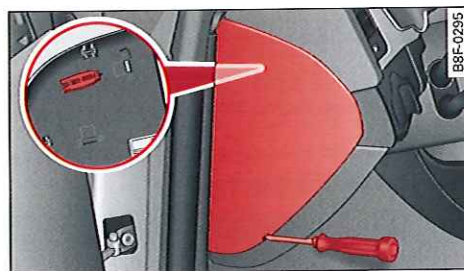

Fig. 234 Poste de conduite, côté gauche : cache
- ▶ Retirez l'agrafe de la face arrière du couvercle ⇒ fig. 234.